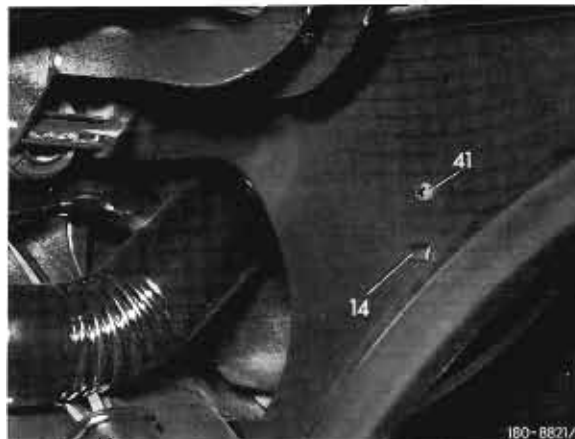

Bild 8
21 Schaltstange in die Hülse (13) einführen und Unterdruckelement (15) mit der Schraube (41) an der Kofferraumstrebe anschrauben (Bild 8).